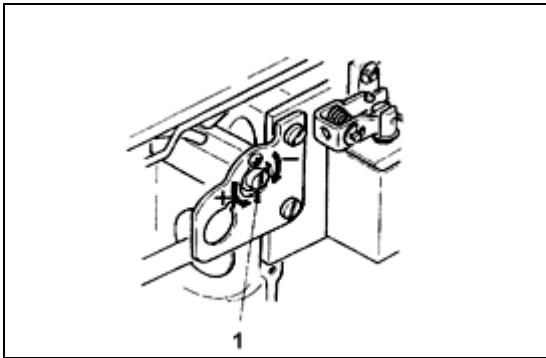

Fig. 27
Para regular a quantidade de fluxo de óleo para a lançadeira, incline a máquina para trás em suas dobradiças e gire a válvula de regulagem de fluxo de óleo (1) conforme indicado na Fig. 27.